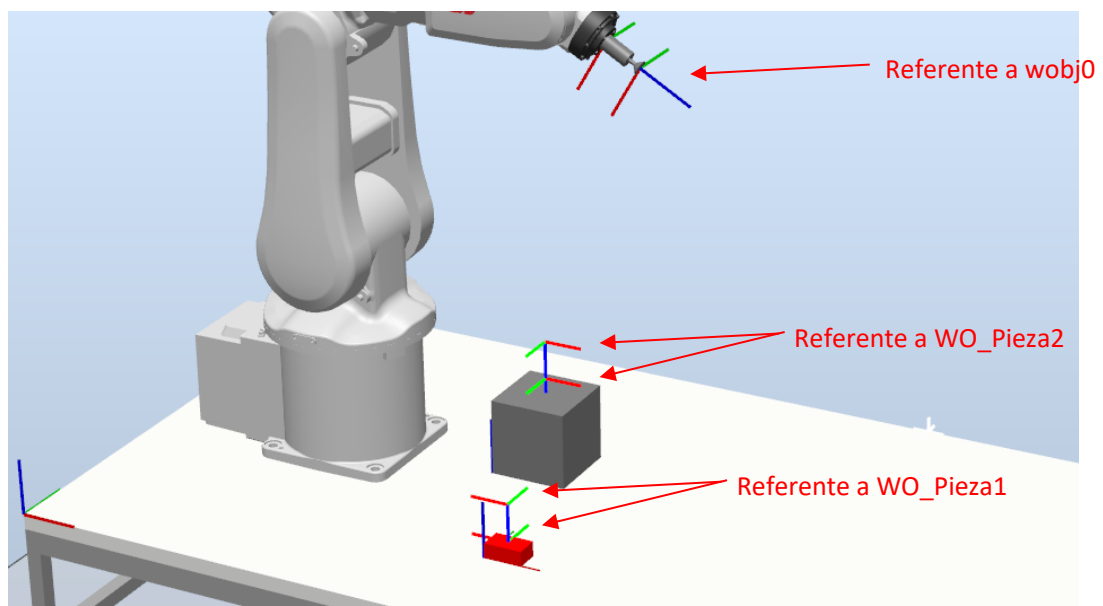

Figura 8. Puntos necesarios
4. Crear los siguientes puntos (*Posición inicial* → *Posición* → *Crear punto*) para la generación de la trayectoria (Figura 8):